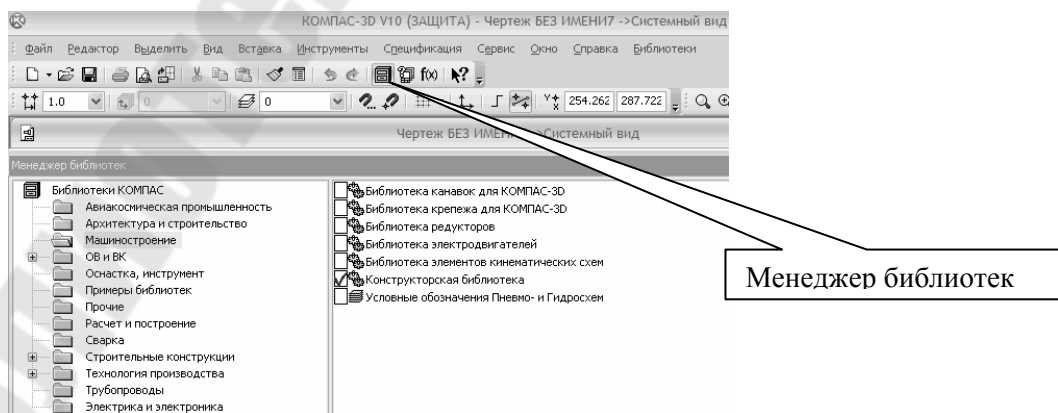
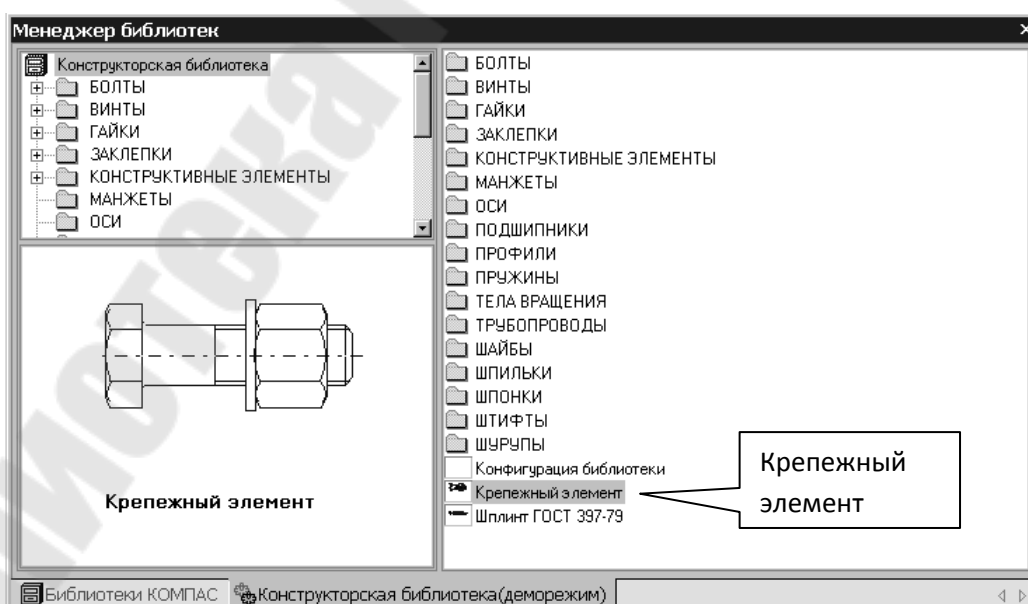

Рис. 113
Рис. 114
- нажмите на кнопку  **Менеджер библиотек** (рис. 113). На экране появится окно **Менеджера библиотек**, в левой части которого отображается **список разделов** Менеджера библиотек. Для того чтобы посмотреть содержимое раздела следует щелкнуть по его названию, в правой части окна отобразится **структура раздела**;
На рис. 113 в левой части окна показаны библиотеки системы КОМПАС, в правой части – содержимое библиотеки **Машиностроение**.
- двойным щелчком запустить **Конструкторскую библиотеку** (рис. 113). В **Конструкторской библиотеке** (рис. 114) представлены данные, сгруппированные в разделы: болты, гайки, шайбы и т.д. Чтобы открыть раздел, нужно щелкнуть левой кнопкой на знаке плюс (+), расположенный слева от заголовка раздела; при этом открываются строки подменю: различные виды болтов, гаек и т. д. Для того чтобы свернуть раздел, щелкните на значке минус, появившегося на месте знака плюс после того, как раздел развернулся. Если выделить в списке элемент раздела, то в правой части окна появится его изображение.
- для проектирования резьбовых соединений в **Конструкторской библиотеке** нужно выбрать раздел: **Крепежный элемент** (рис. 114). В открывшемся окне (рис. 115) выбираем вкладку **Все элементы**. Работая в этом разделе, можно составлять различные наборы резьбовых соединений, например, болт+гайка+шайба, шпилька+гайка+шайба, винт+шайба и т. д.